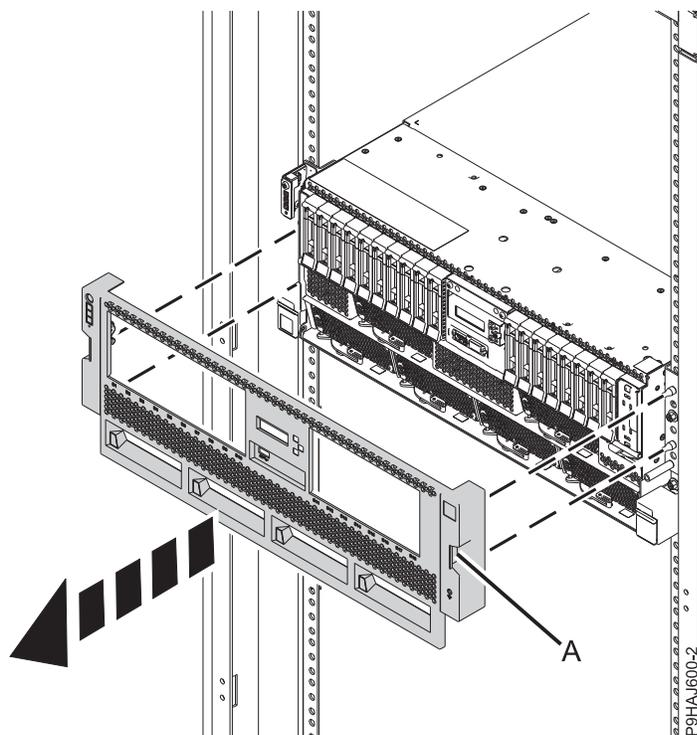

Figure 38. Retrait du capot avant
2. Pour un système monté en armoire, retirez le capot avant en l'extrayant du système. Le capot est doté de renforcements (A) permettant de le tenir plus facilement. Voir la figure 38, à la page 62.